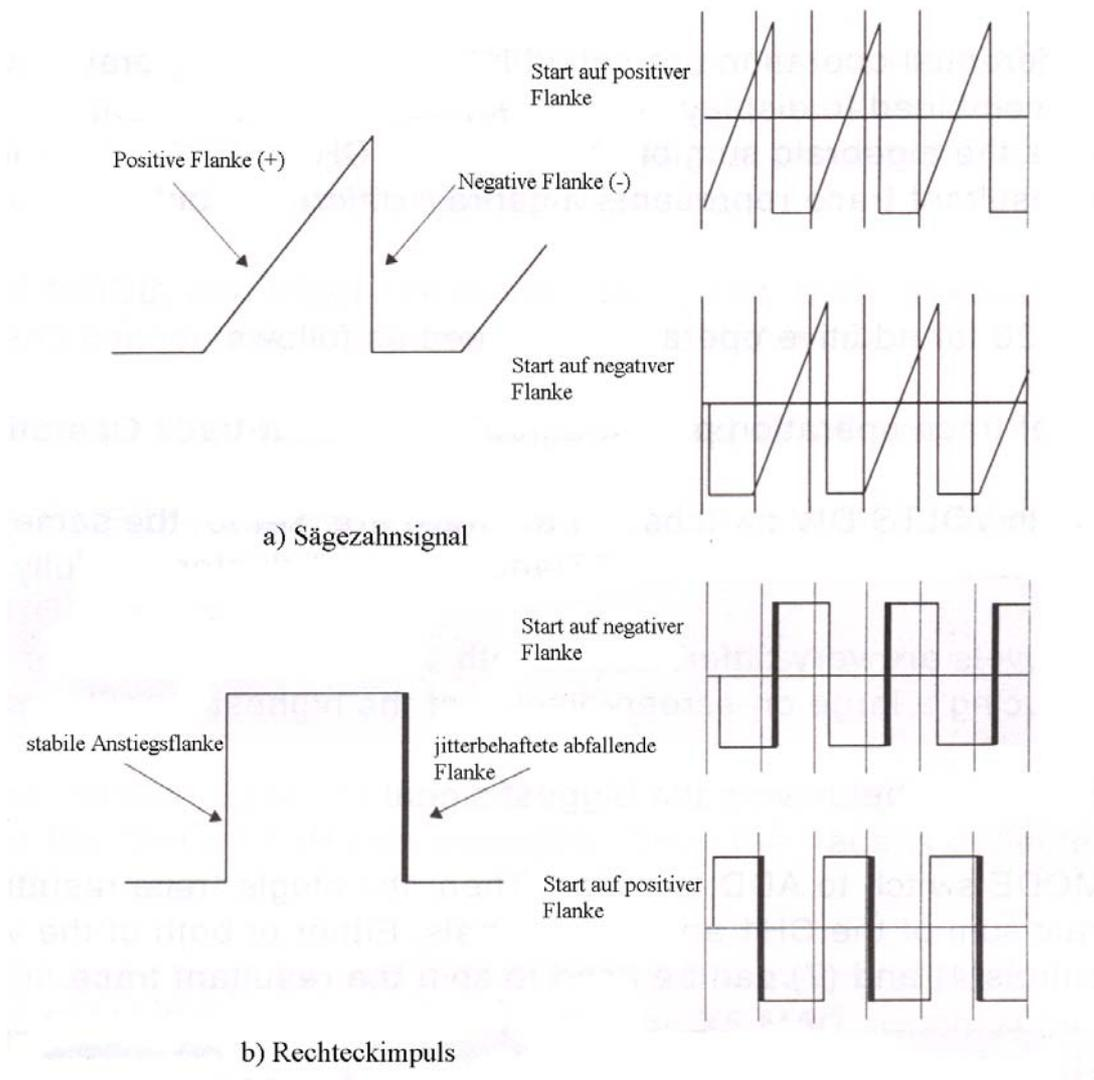

Abb. 2-4 Wahl der Triggerflanke
Die Einstellung des Flankenwahlschalters (8) SLOPE bestimmt, ob die Triggerung der Zeitbasis mit der positiven oder negativen Flanke des Triggersignals erfolgt (Abb. 2-4). Als Triggerflanke sollte immer die steilste bzw. stabilste Flanke verwendet werden. Bei dem in Abb. 2-4 a) gezeigten Beispiel würden kleine Änderungen der Amplitude auf der ansteigenden Flanke des Sägezahnes zu Jitter führen, wenn diese Flanke als Triggerflanke für die Zeitbasis gewählt würde; bei Wahl der steil abfallenden Flanke als Triggerflanke würden die selben Amplitudenänderungen zu keinerlei negativen Auswirkungen führen.
Im Beispiel der Abb. 2-4 b) sind beide Flanken steil ansteigend bzw. abfallend. Die abfallende Flanke ist jedoch mit Jitter behaftet und würde bei Verwendung als Triggerflanke zu instabiler Darstellung des Signals führen. Die Wahl der stabilen Anstiegsflanke als Triggerflanke resultiert in einer stabilen Darstellung des Signals, das nur den Original-Jitter auf der abfallenden Flanke beinhaltet. Im Zweifelsfall versuchsweise beide Flanken ausprobieren und dann die Flanke mit dem besseren Resultat als Triggerflanke wählen.
Die Stellung des Pegelreglers bestimmt den genauen Triggerpunkt auf der gewählten Triggerflanke zur Triggerung der Hauptzeitbasis. Abbildung 2-4 c) zeigt die Auswirkung der Stellung des Pegelreglers auf die Darstellung des Signals. Die Symbole 0, + und - bezeichnen den Nulldurchgang und den Anstieg in positiver bzw. negativer Richtung des Signals. Bei einer sehr steilen Triggerflanke (z. B. bei Rechteckimpulsen) zeigt das Signal bei einer Veränderung der Stellung des Pegelreglers so lange keine Auswirkung, bis der Regler über den positivsten bzw. negativsten Punkt der Kurve hinausgedreht wird. Geschieht dies bei automatischer Ablenkung (Schiebeschalter (14) in Stellung AUTO), so erfolgt die Darstellung am Bildschirm freilaufend, geschieht dies mit dem Schieberegler (14) in Stellung NORM, verschwindet das Signal vom Bildschirm. Bei Sinussignalen und langsam ansteigenden Sägezahnsignalen sollte der Triggerpunkt immer auf die Mitte der Triggerflanke gelegt werden. Dieser Teil ist normalerweise der stabilste und am wenigsten störanfällige Teil des Signals.